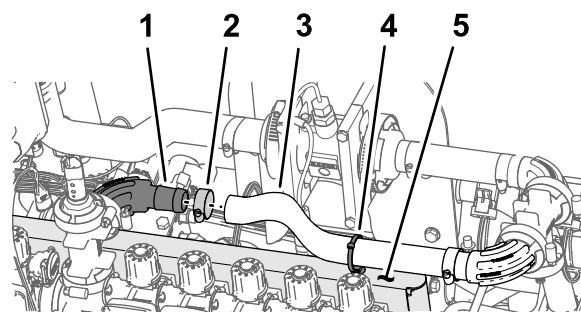

Figura 110
1. Montate il flessibile (1" x 16") sul raccordo flangiato a 90° (1"), come illustrato nella Figura 110.
2. Fissate il flessibile al raccordo flangiato con una fascetta stringitubo (Figura 110).
3. Montate la fascetta per cavi/il dispositivo di fissaggio a spinta nel foro nella parte superiore del supporto della valvola, come illustrato nella Figura 110.
4. Fissate la fascetta per cavi/il dispositivo di fissaggio a spinta (Figura 110) attorno al flessibile (1" x 16").